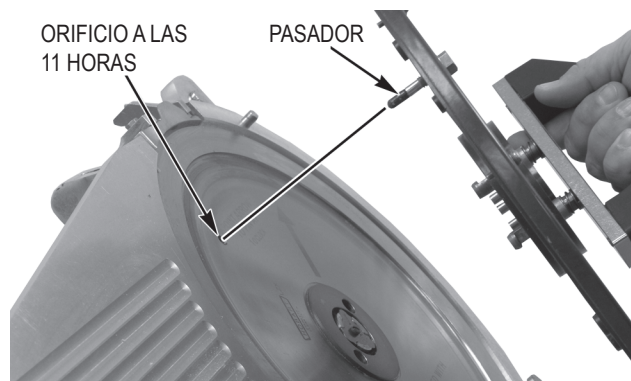

Fig. 12
- El pasador (Fig. 12) de la herramienta de extracción de la cuchilla encaja en el orificio de la cuchilla en posición de las 11 en punto (Fig. 12).